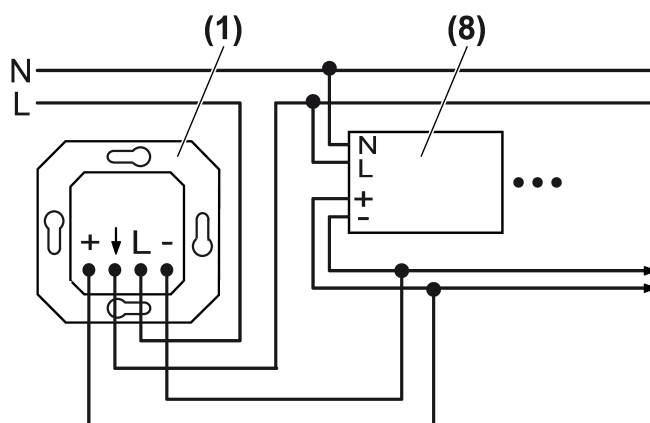
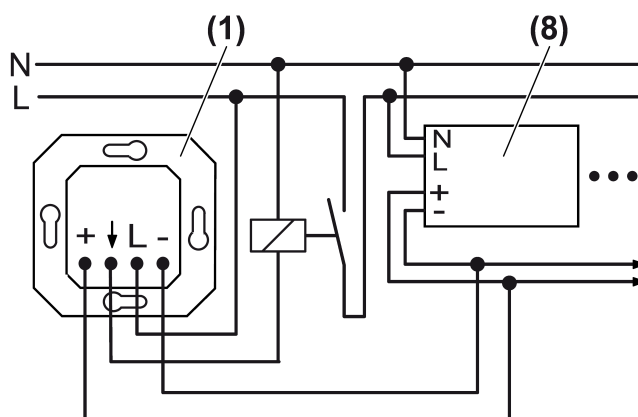

Figura 2: Schema elettrico, il potenziometro commuta direttamente gli apparecchi di azionamento della lampada
Figura 3: Schema elettrico del potenziometro e del contattore per la commutazione degli apparecchi di azionamento della lampada
- Collegare il potenziometro elettronico con funzione di azionamento secondo lo schema di collegamento (Vedi figura 2) o (Vedi figura 3).